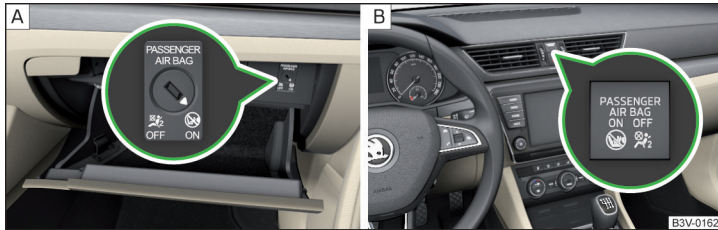

Abb. 14 Schlüsselschalter für Beifahrer-Frontairbag / Kontrollleuchte für Beifahrer-Frontairbag
Der Beifahrer-Frontairbag kann mit dem Schlüsselschalter abgeschaltet werden » **Abb. 14 auf Seite 20** - **A**.
Stellungen des Schlüsselschalters » **Abb. 14 - A**
- › Mit dem Schlüssel den Schlitz des Schlüsselschalters » **Abb. 14 - A** vorsichtig in die Position **OFF** drehen.
- › Prüfen, ob nach dem Einschalten der Zündung die Kontrollleuchte **OFF** **OFF** unter dem Schriftzug **PASSENGER AIR BAG** » **Abb. 14 - B** leuchtet.
- › Mit dem Schlüssel den Schlitz des Schlüsselschalters » **Abb. 14 - A** vorsichtig in die Position **ON** drehen.
- › Prüfen, ob nach dem Einschalten der Zündung die Kontrollleuchte **ON** **ON** unter dem Schriftzug **PASSENGER AIR BAG** » **Abb. 14 - B** leuchtet.